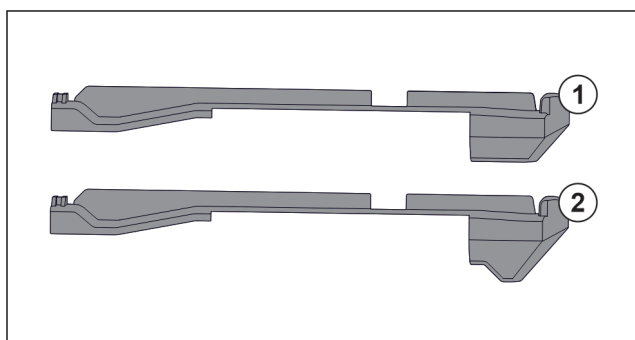

Fig. 147 Porównanie elementów nasadzanych
W urządzeniu znajdują się dwa różne elementy nasadzane. Element nasadzany nad najniższą szufladą Fig. 147 (2) posiada trójkątną krawędź. Wszystkie pozostałe elementy nasadzane Fig. 147 (1) mają prostą krawędź.
- ▶ Element nasadzany Fig. 147 (2) z trójkątną krawędzią umieścić nad najniższą szufladą.
- ▶ Element nasadzany Fig. 147 (1) z prostą krawędzią umieszczać we wszystkich pozostałych miejscach.